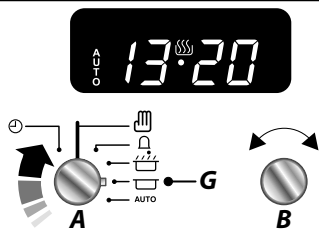

Abb.3.6
2. Drehen Sie den **Einstellknopf (B)** auf die gewünschte Zeitdauer. Das Display zeigt nun die aktuelle Uhrzeit sowie die gewünschte, eingestellte Zeitdauer an (Abb.3.6).